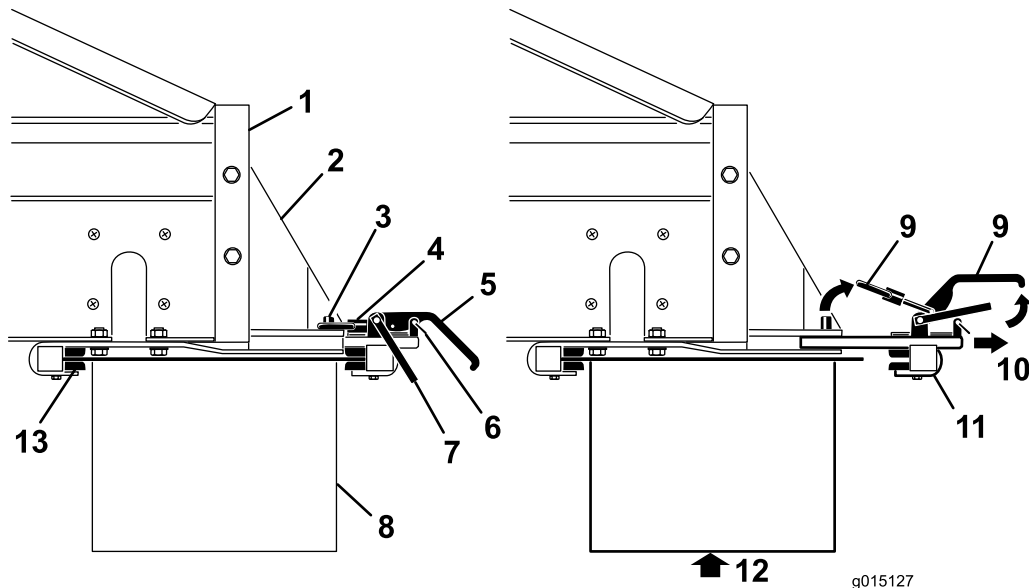

Figura 37
6. Com ajuda, insira a borda frontal da correia transversal/articulação por cima e por baixo da traseira da MH-400 para a frente dos grampos nos suportes (Figura 37).
7. Apoiando a correia transversal/articulação, deslize a traseira do conjunto de ligação do acessório para as ranhuras nos suportes, e por cima da parte de trás (Figura 37).
3. Retire os cliques do fecho de segurança das pegas da barra de ligação (Figura 37).
4. Levante o trinco de segurança, depois levante as pegas da barra de ligação do acessório e liberte os anéis de bloqueio dos pinos de bloqueio (Figura 37).
5. Deslize a traseira do conjunto de ligação do acessório para fora das ranhuras de ligação rápida (Figura 37).
9. Volte a instalar os cliques do fecho de segurança nas pegas da barra de ligação (Figura 37).